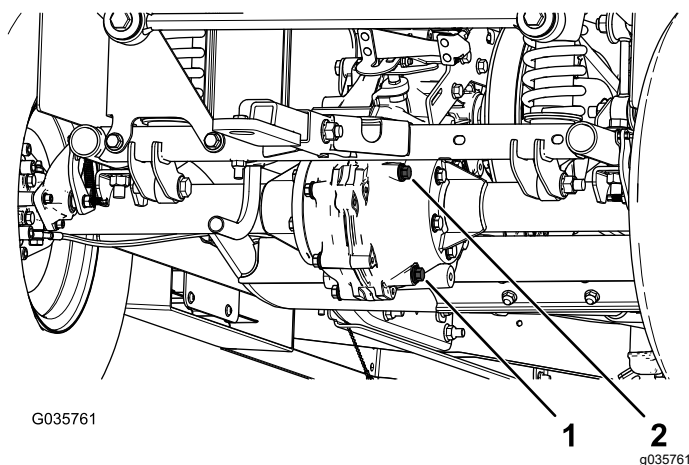

Figura 57
4. Togliete il tappo di riempimento sul transaxle (Figura 57).
5. Se il livello del fluido è basso, togliete il tappo di riempimento e aggiungete il fluido specificato finché non fuoriesce (Figura 57).
1. Allineate una bacinella di spurgo sotto il tappo di spurgo (Figura 57).
2. Togliete il tappo di riempimento e la guarnizione (Figura 57).
3. Togliete il tappo di spurgo e la guarnizione per lasciare defluire completamente il fluido (Figura 57).